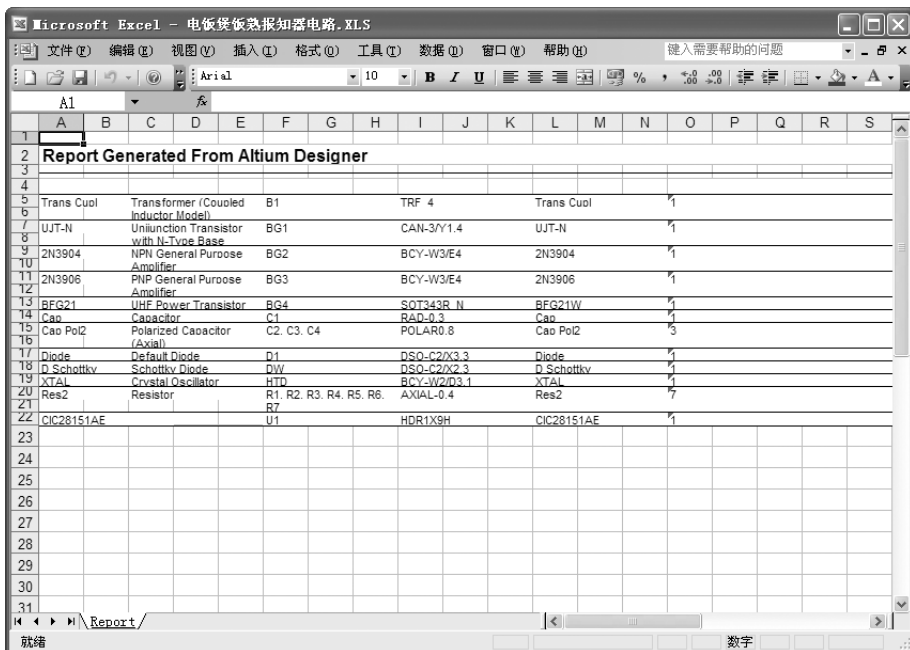

图 4-57 打开报表文件
6) 单击“打开报告”按钮，打开，如图 4-57 所示的报表文件。单击“关闭”按钮，关闭“报告预览”对话框，返回图 4-54 所示的元件报表对话框。